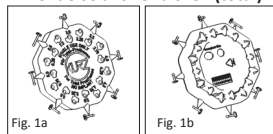
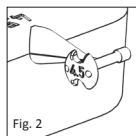

Fig. 1a
Fig. 2
■ **rys. 1a, 1b/2** Na tarczy sizersa (rys. 1a, 1b) do protez całkowitych znajduje się osiem umieszczonych satelitarnie pojedynczych sizersów o różnej długości (3.0-7.0 mm). Na tylnej stronie każdego sizersa wskazywana jest odpowiednia długość (rys. 2). Wgłębienia i otwory służą do redukcji wagi oraz lepszej orientacji podczas pomiaru w uchu środkowym.
■ **Fig. 1a, 1b/2** Sizer disken (Fig. 1a, 1b) til total-proteser har otte satellitformet anbragte individuelle sizere af forskellig længde (3.0 - 7.0 mm). Den relevante længde er angivet på bagsiden af hver sizer (Fig. 2). Udsparingerne og borerne tjener til reduktion af vægten, samt til bedre oversigt ved udførelse af målingen i mellemøret.